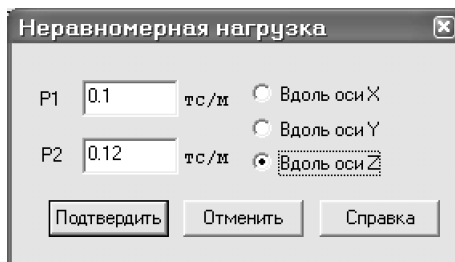

Рис.8.20. Диалоговое окно
- В диалоговом окне **Задание нагрузок** щелчком по кнопке трапецевидной нагрузки на группу узлов вызовите диалоговое окно **Неравномерная нагрузка** (рис.8.20).
вызовите диалоговое окно **Неравномерная нагрузка** (аналогично рис.8.20).